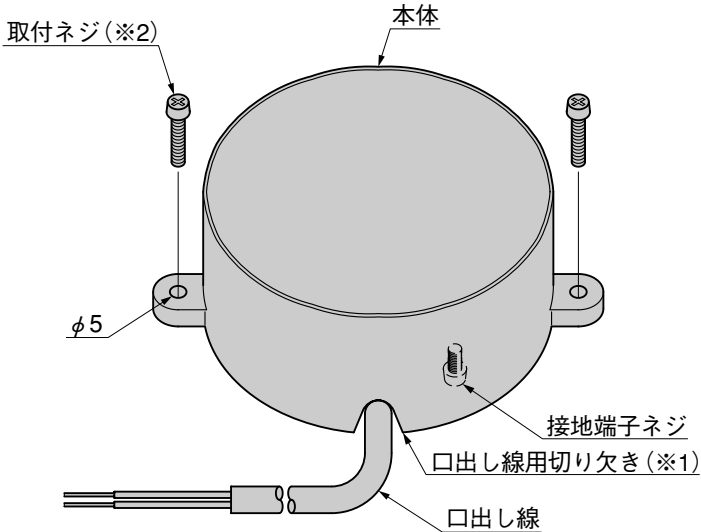

図1-2 本体の取付け
- ② 取付ネジ(※2)2本で本体を取付けてください。(図1-2参照)